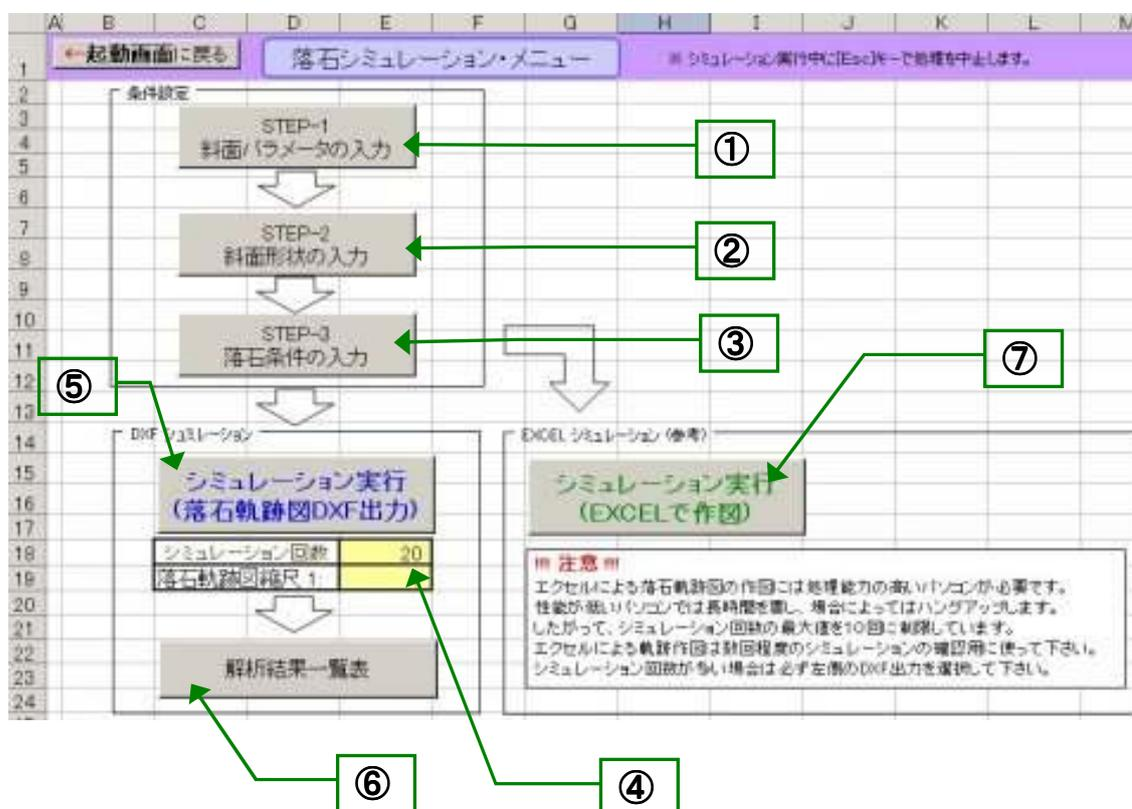

図 2-1 メニュー画面
① 起動画面
- ①: 「進む」ボタンを押すと、メニュー画面(図 2-1)に進みます。